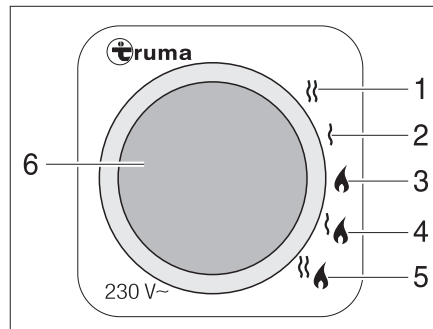

Fig. 190 Selector de energía para la calefacción/caldera
- Funcionamiento a gas (Fig. 190,3)
- Funcionamiento con electricidad a 230 V con los niveles de potencia de 900 W (Fig. 190,2) ó 1800 W (Fig. 190,1)
- Funcionamiento a gas y funcionamiento con electricidad a 230 V (funcionamiento mixto) con los niveles de potencia de 900 W (Fig. 190,4) ó 1800 W (Fig. 190,5)
Si se ha seleccionado el funcionamiento con electricidad a 230 V, se enciende la luz de control amarilla (Fig. 190,6).